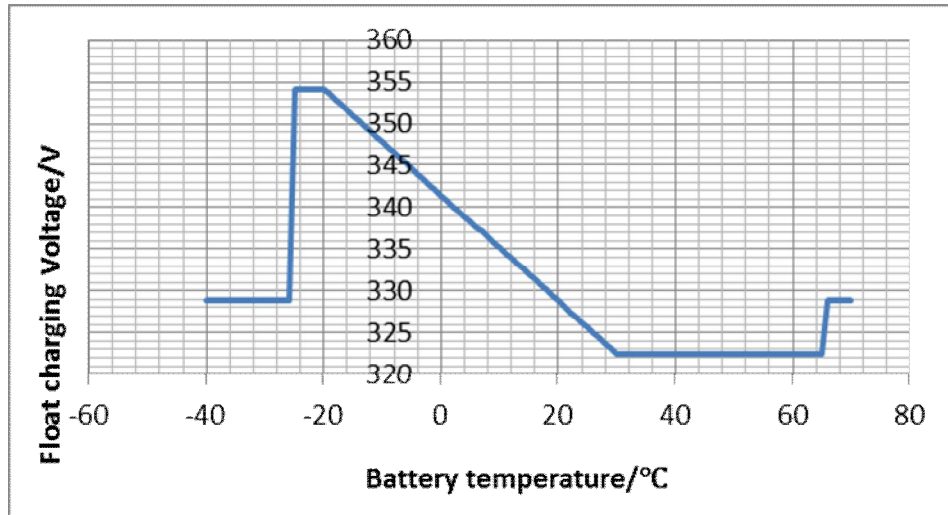

图 3 充电电压 VS 电池温度
浮充电压根据电池温度进行补偿，补偿温度范围为 $T_{low} \sim T_{high}$. 每个电池的温度系数 (TC)，可以通过软件参数设置，见图 3。